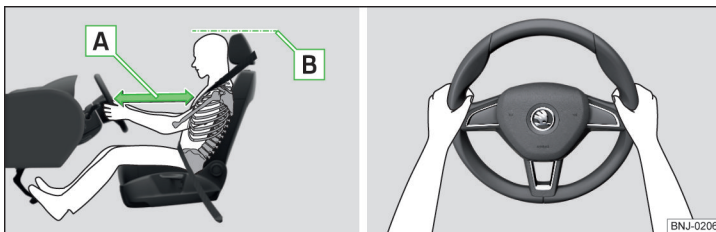

Fig. 1 Poziția corectă a scaunului șoferului/Poziția corectă la volan
- ✓ Reglați volanul astfel încât distanța **A** dintre volan și torace să fie de cel puțin 25 cm » fig. 1.
- ✓ Reglați tetiera astfel încât marginea superioară a tetierei să se afle, pe cât posibil, la aceeași înălțime cu partea superioară a capului dumneavoastră **B** » fig. 1 (nu este valabil pentru scaunele cu tetieră integrată).
- În timpul mersului volanul trebuie ținut cu ambele mâini, de partea exterioră laterală, în poziția „orei 9” și „orei 3” » fig. 1. Nu țineți niciodată volanul în poziția „ora 12” sau în altă poziție (de exemplu ar centrul volanului, de marginea interioară etc.). La activarea airbagului șoferului, aceste poziții incorecte pot provoca accidentarea gravă a mâinilor, brațelor și a capului.
- ✓ Reglați tetiera astfel încât marginea superioară a tetierei să se afle, pe cât posibil, la aceeași înălțime cu partea superioară a capului dumneavoastră » fig. 1 la pagina 9 (nu este valabil pentru scaunele cu tetieră integrată).
- ✓ Reglați tetiera astfel încât marginea superioară a tetierei să se afle, pe cât posibil, la aceeași înălțime cu partea superioară a capului dumneavoastră » fig. 1 la pagina 9.